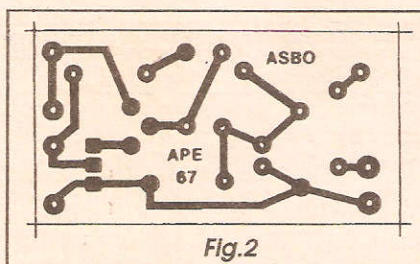

Fig. 2
- FIG. 2 - LAYOUT DO CIRCUITO IMPRESSO ESPECÍFICO - Como o circuito é muito modesto, em termos de quantidade e tamanho dos componentes, isso se reflete nas dimensões da própria plaquinha específica de impresso, também *maneiríssima* em suas dimensões, com um arranjo de ilhas e pistas cobreadas simples, sem *congestionamentos*... A figura traz o padrão cobreado em tamanho natural, facilitando a cópia direta, com carbono, e sequente traçagem, corrosão, furação, etc., nas etapas já mais do que conhecidas de todo bom hobbysta... De qualquer maneira, tratando-se de uma aplicação com intenções profissionais e/ou industriais, recomenda-se ainda mais enfaticamente uma boa conferência ao final da confecção, para